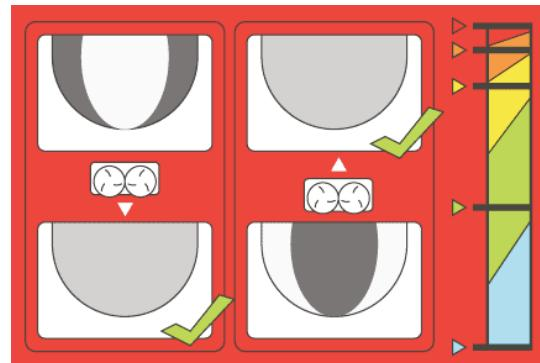

Figure 38
**Remarque:** Les couleurs sur l'autocollant de la Figure 38 correspondent aux couleurs de l'autocollant principal (Figure 27).